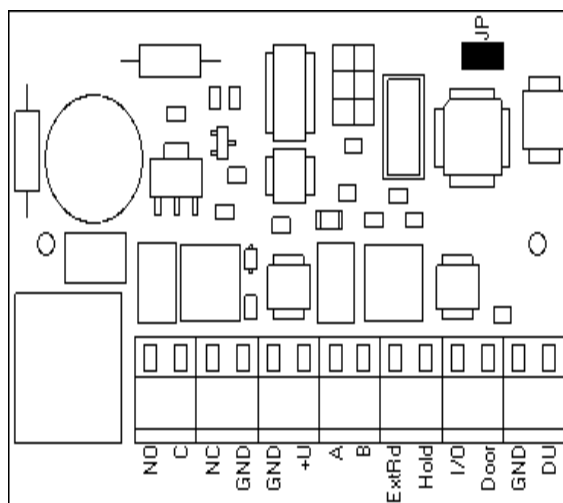

Рис. 2. Внешний вид платы контроллера
7.1 На рис. 2 представлен внешний вид платы контроллера «Реверс М1» Описание контактов клеммной колодки приведено в таблице 1.